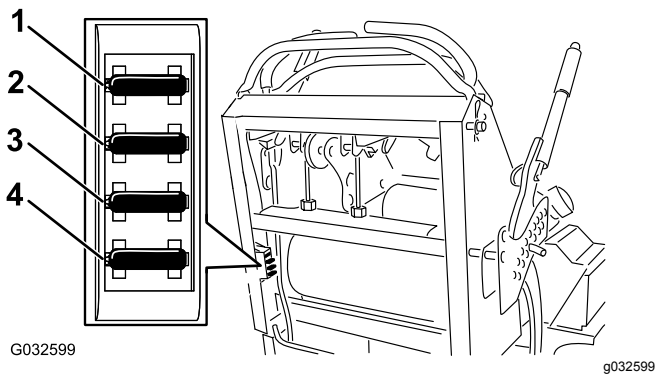

Рисунок 53
4. Выньте предохранитель и замените его (**Рисунок 53**).